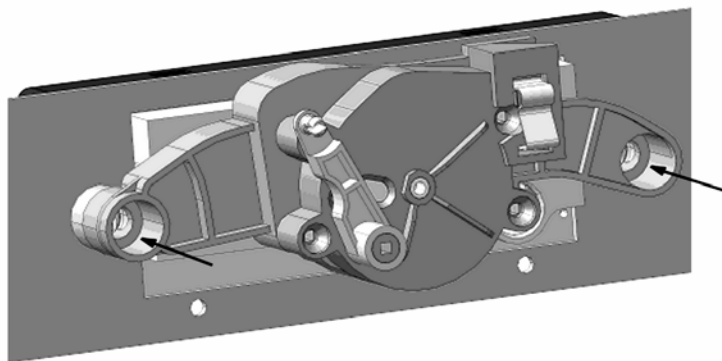

Рис. 7. Снятие электрической части блока управления климатической установкой
- с внутренней стороны панели приборов отсоедините две электрические колодки блока управления климатической установкой и выньте электрическую часть, выдавив ее из отверстий кронштейна (рис. 7).